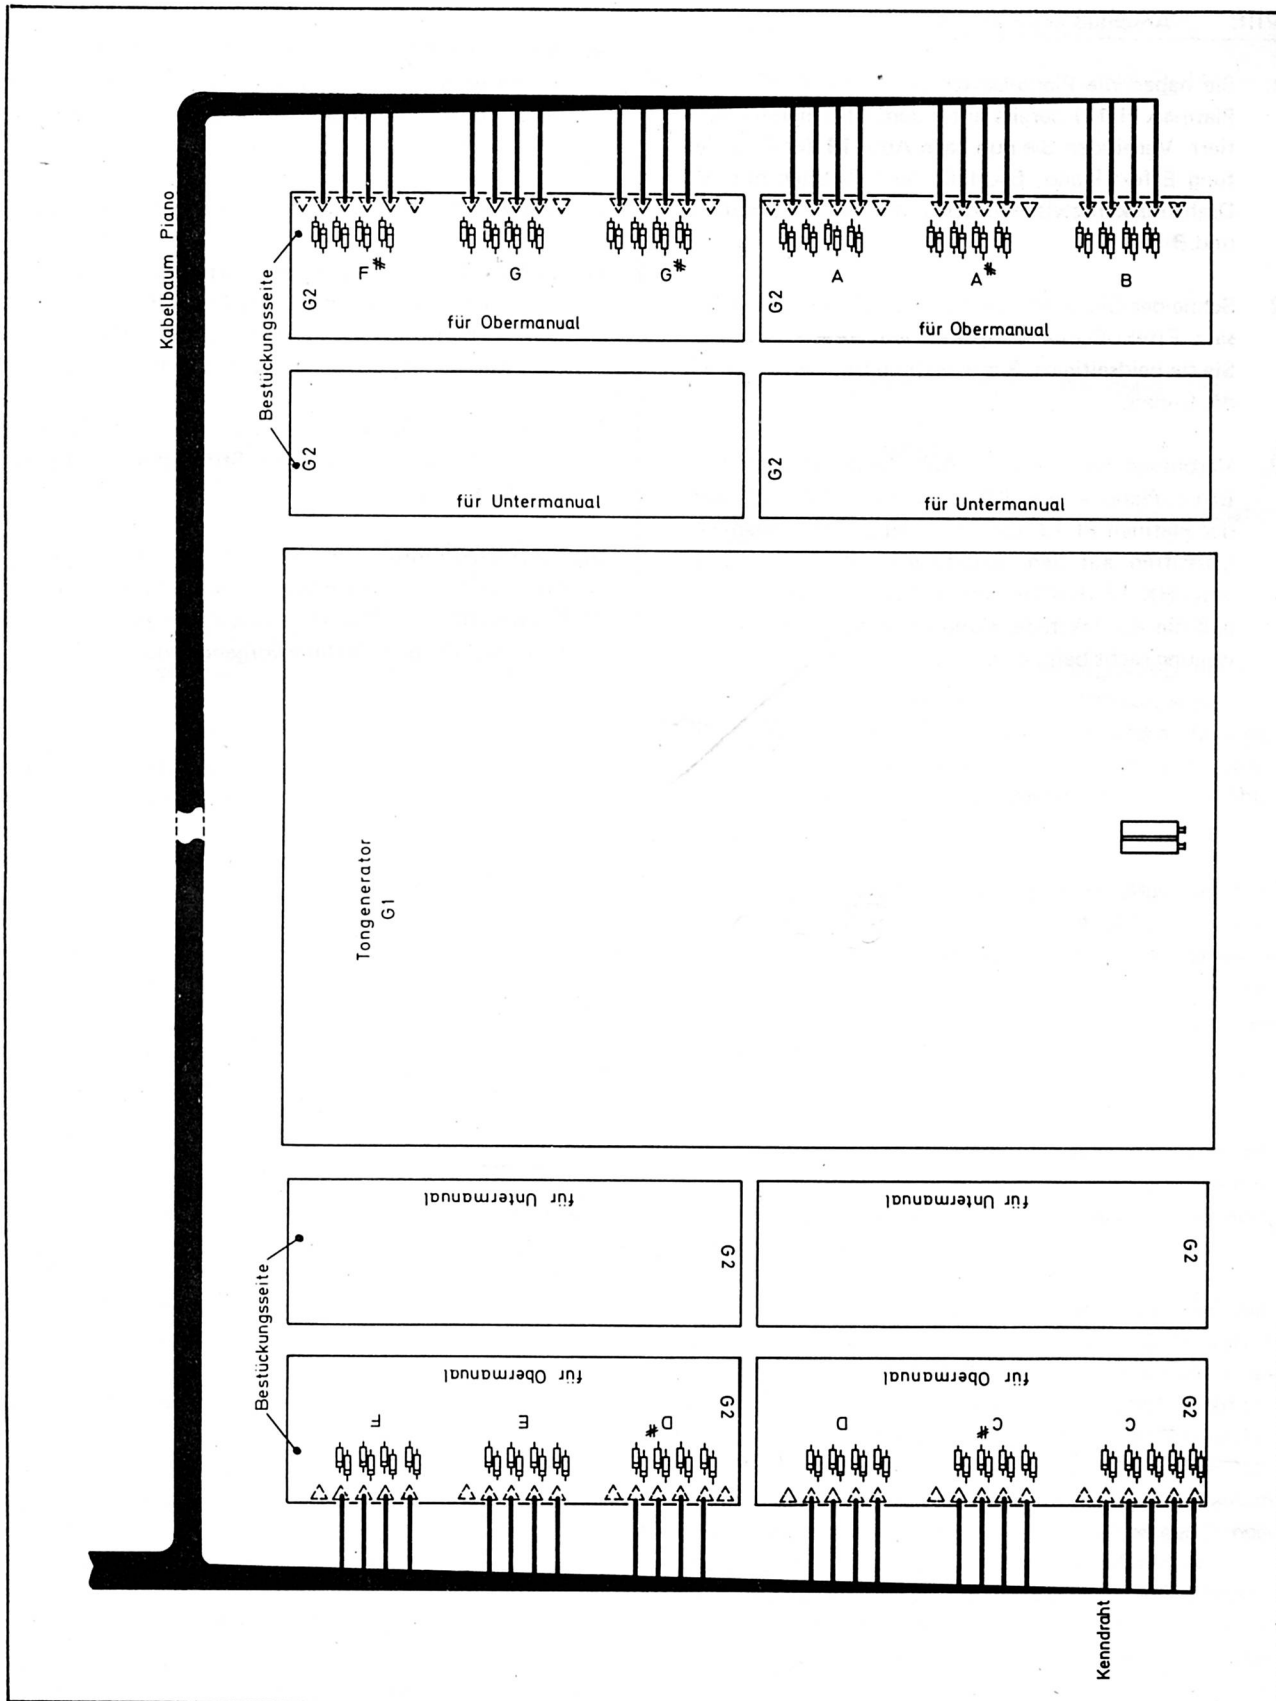

Abb. 84: Anschluß des Pianos an den Tongenerator
6. Ziehen Sie die Schaltersteckkarten G 2 für das OM vorübergehend nochmals vom Generator ab, und löten Sie den Kabelbaum EP 1 + 2 nach Abb. 84 dieser Aufbauanleitung an den Schaltersteckkarten an.